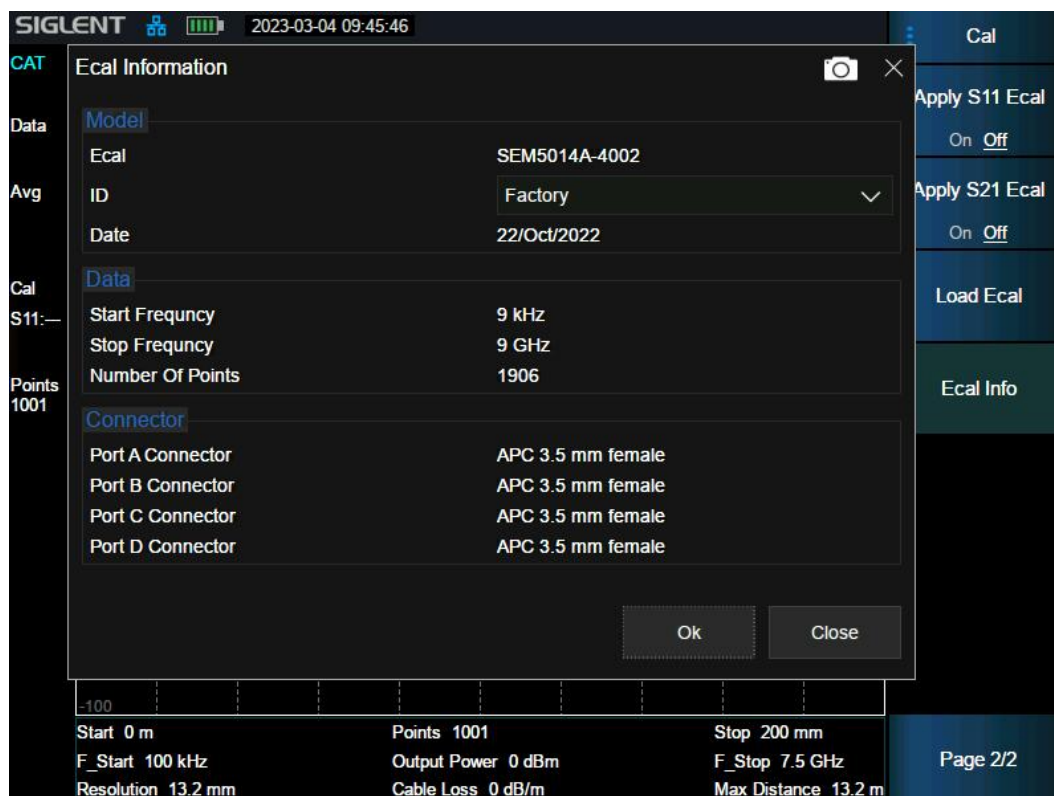

Рис. 8.22. Параметры, сохранённые в памяти модуля ECal.
2. Для просмотра всех значений параметров, сохранённых в памяти модуля ECal, нужно выбрать пункты меню «Cal» → «Ecal Info». На рис. 8.22 можно увидеть дату производства модуля, частотный диапазон, количество точек и тип разъёма.